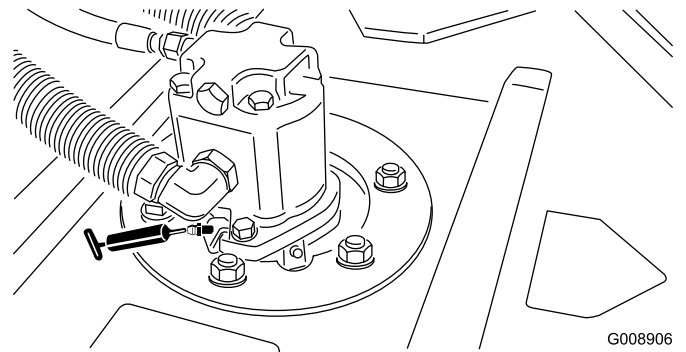

Figura 41
- Cojinetes de los ejes de las unidades de corte (1 por unidad de corte) (Figura 41).